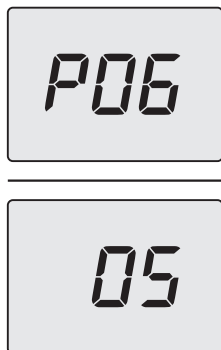

Figura 5.43
- Scorrere i vari parametri utilizzando i tasti 12 (indietro) o 14 (avanti) fino a far apparire sul display LCD le lettere **P06** che si alternano con il valore del parametro (Figura 5.43).